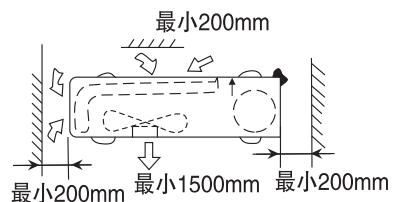

图3机器户外部分所需空间
- (1) 安装场所必须满足如下要求：
- 确定机器四周留有充分空间，并尽可能地远离障碍物，以便操作和维修，见图3。